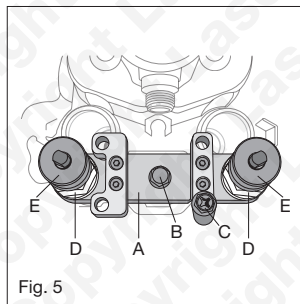

Fig. 5
2. Se reporter à la Figure 5 : Placer l'outil Laser 7084 (**A**) au-dessus de la paire d'injecteurs. Maintenir en place avec les vis **B** et **C** (ne visser initialement que quelques filets).